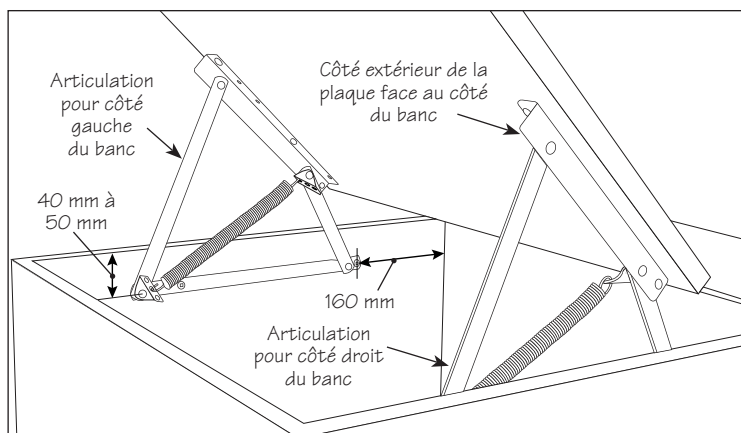

Figure 1 : Disposition standard des articulations
**Mise en garde :** Ces articulations ne sont pas réversibles. Voir la **figure 1**. Prendre note de l'orientation des plaques de fixation supérieures; le côté extérieur des plaques fait face au côté du banc.